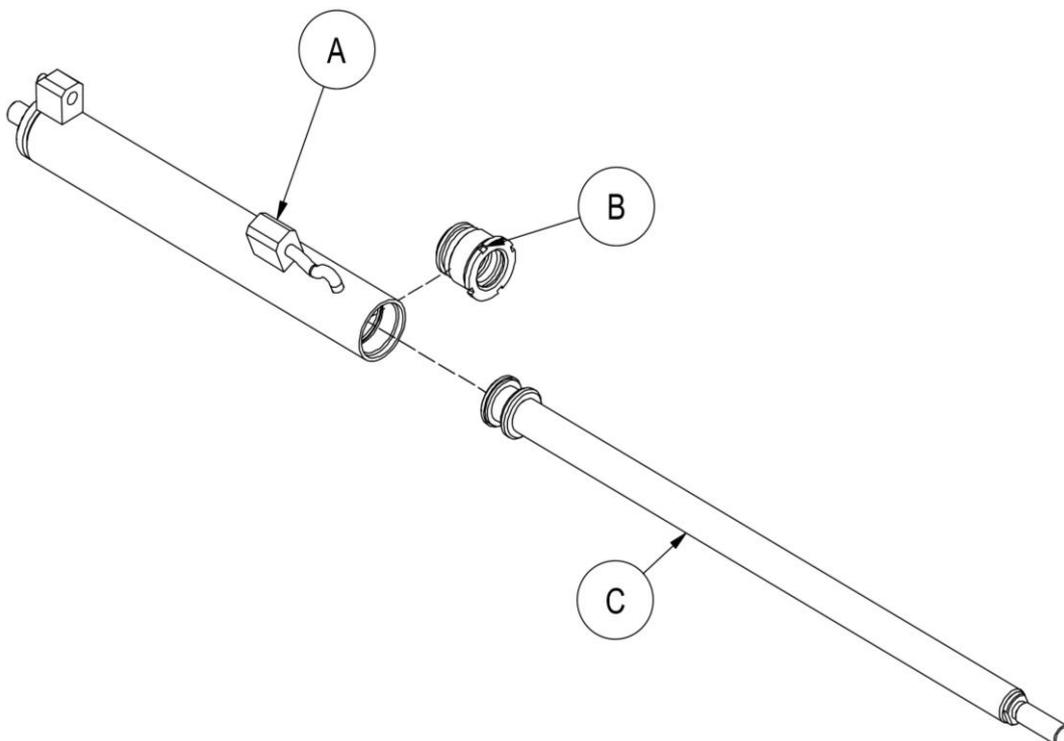

Abbildung 22
8. Beziehen Sie sich auf die *Abbildung 22*.